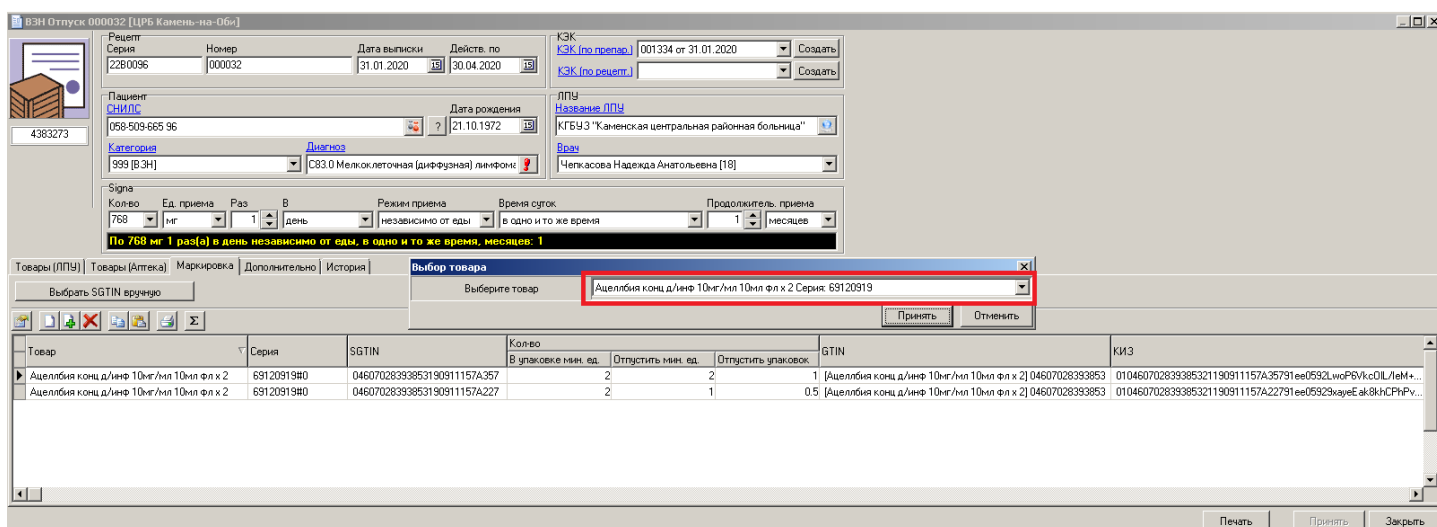

Рис.3
- 6.7. В том случае, если КИЗ на торговой упаковке поврежден и не может быть прочитан сканером штрих-кода, для добавления КИЗ в рецепт можно воспользоваться кнопкой «Выбрать SGTIN вручную». SGTIN это первые 27 символов КИЗ, в которых зашифрована вся требующаяся информация. При нажатии на данную кнопку появляется окно, в котором можно выбрать название и серию ЛП, для которого необходимо выбрать SGTIN, см. Рис.3